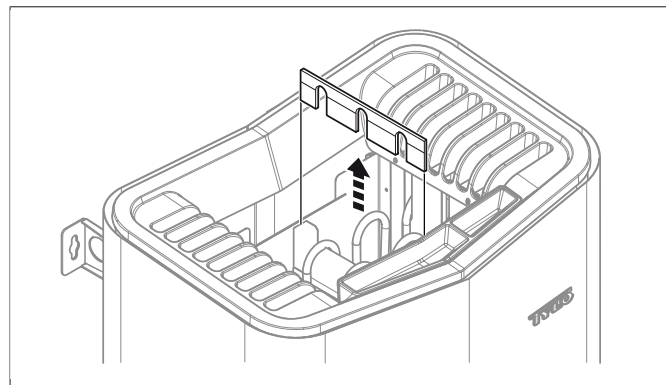

Рисунок 6: Снимите пластину, которая удерживает на месте нагревательный элемент
1. Открутите пластину, которая удерживает нагревательный элемент (см. **Рисунок 6**, страница 4).